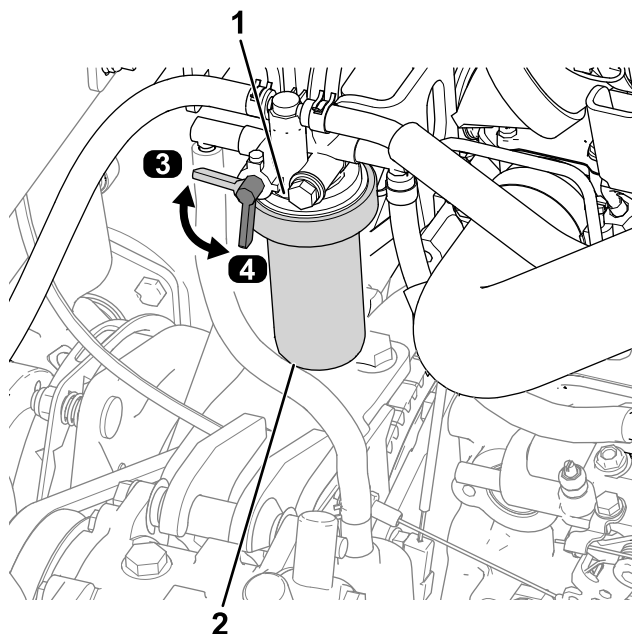

図 56
1. 燃料バルブのレバーを OFF 位置に回す 図 56。
2. 燃料フィルタのヘッドの周囲をきれいに拭く 図 56。
3. フィルタを外してフィルタヘッドの取り付け部をきれいに拭く 図 56。
6. 燃料バルブのレバーを ON 位置に回す 図 56。